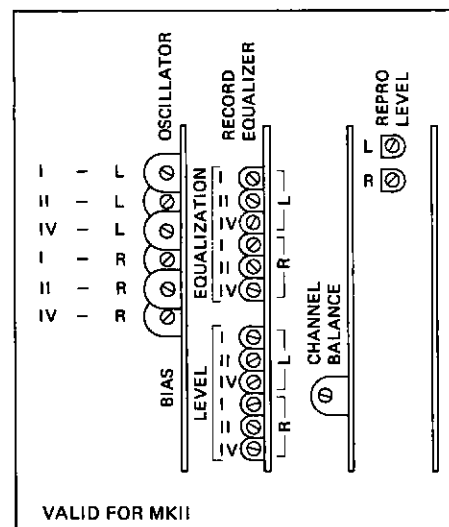

Fig. 5.3
- Mit dem Trimpotentiometer CHANNEL BALANCE (Fig. 5.3) den rechten Kanal auf den gleichen Pegel einstellen.
- Adjust right-hand channel to identical level with the aid of CHANNEL BALANCE trimmer potentiometer (Fig. 5.3).
- Réglez le canal droit au même niveau grâce au trimmer CHANNEL BALANCE (Fig. 5.3).